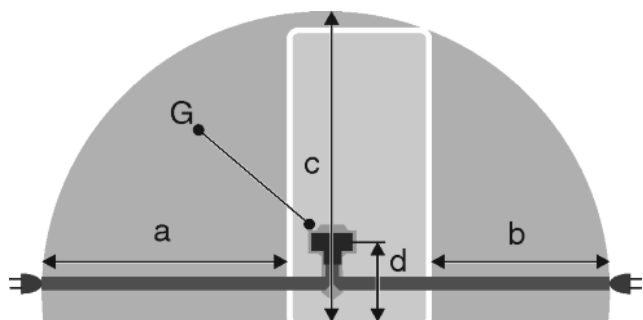

Fig. 27
- Розетка знаходиться за межами зони задньої стінки пристрою у заданому діапазоні Fig. 27 (a, b, c).
- ▶ Штекер пристрою Fig. 27 (G) вставити на задній стінці пристрою. Слід звернути увагу на належну фіксацію.